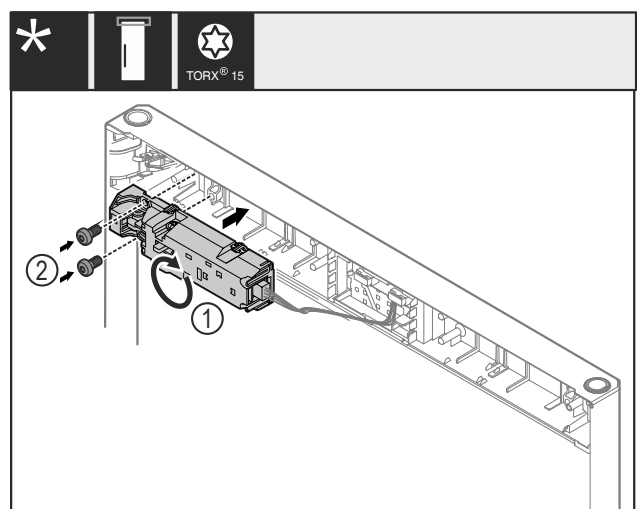

Fig. 23
- ▶ Gire el cierre a distancia Fig. 23 (1) 180° y móntelo en el lado opuesto.
- ▶ Fije el cierre a distancia Fig. 23 (1) con tornillos Fig. 23 (2).